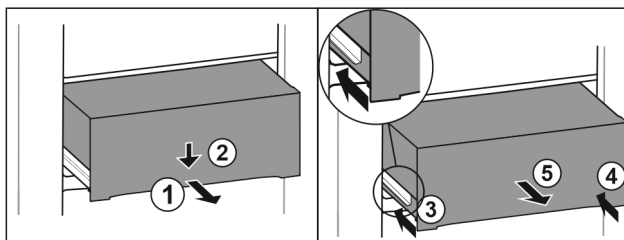

Fig. 189
- Predal izvlecite do polovice. Fig. 189 (1)
- Predal na sprednji strani potisnite navzdol. Fig. 189 (2)
- Levo vodilo potisnite približno 2 cm noter. Fig. 189 (3)
- Desno vodilo potisnite približno 2 cm noter. Fig. 189 (4)
- Predal vzemite ven v smeri naprej. Fig. 189 (5)